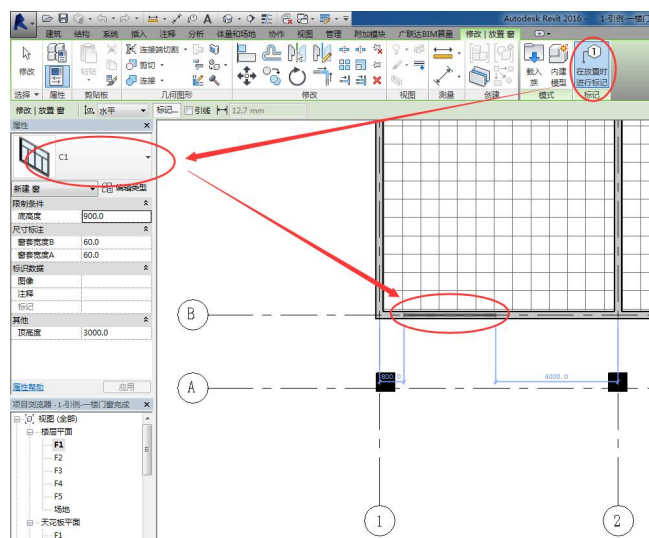

图 6-2 执行窗命令
- 点击“建筑”选项卡“构建”面板“窗”工具，确保上下文选项卡“标记”面板中“在放置时进行标记”处于被选择状态，“类型选择器”中窗的类型为“C1”，点击图 6-2 的墙放置 C1 窗。按 ESC 键两次，退出创建窗命令。